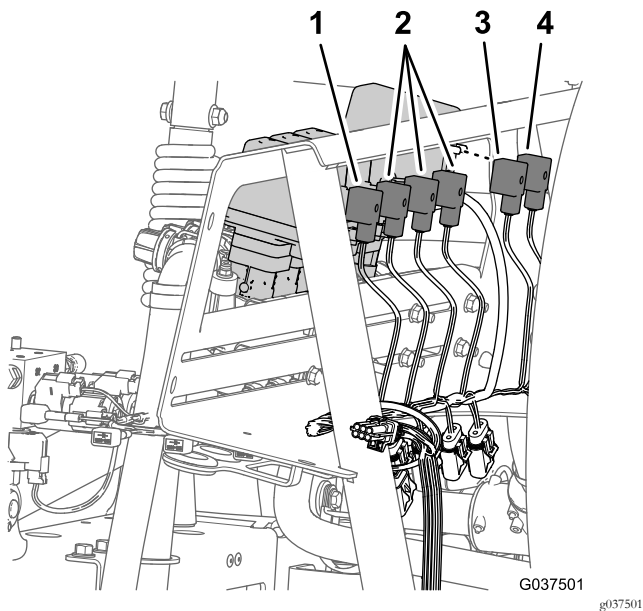

図 22
2. マニホールドマウント後部で、攪拌バルブから3ソケットコネクタを外し、ブームバルブ全部で3つから、それぞれ3ソケットコネクタを外す 図 22。